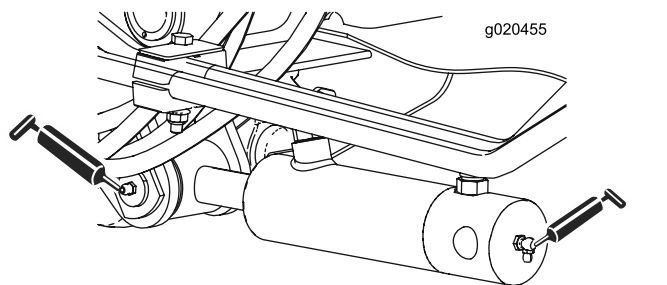

Figura 64
- Casquilhos do cilindro do braço de elevação (2 cada) (Figura 64)